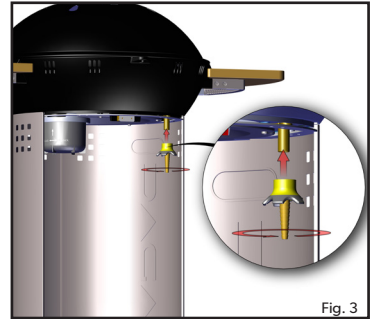

Fig. 3
- **MERK!** Når du installerer halen, sørg for at den holdes rett mens du strammer halens mutter, for å hindre en mulig gasslekkasje. Skru fast med passende fastsnøkkel. (Fig. 3)